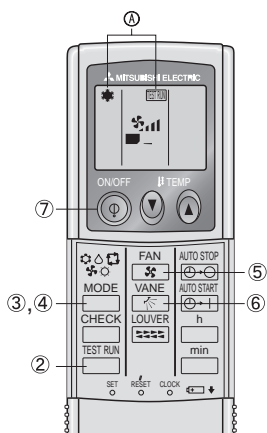

Fig. 7-2
7.2.2. Использование беспроводного пульта дистанционного управления (Fig. 7-2)
- ① Включите питание блока по крайней мере за 12 часов до начала испытаний.
- ② Дважды нажмите кнопку . (Начните данную операцию с выключенным дисплеем пульта дистанционного управления.)